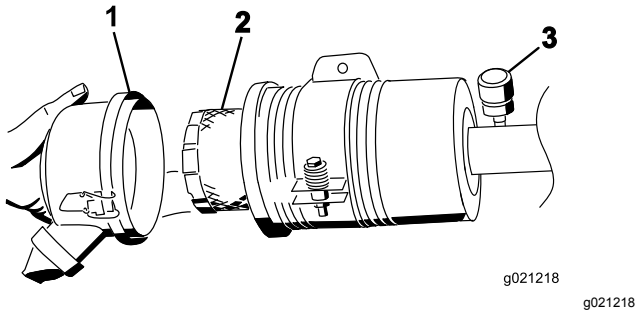

Figure 58
3. Déposez et remplacez le filtre (Figure 58).